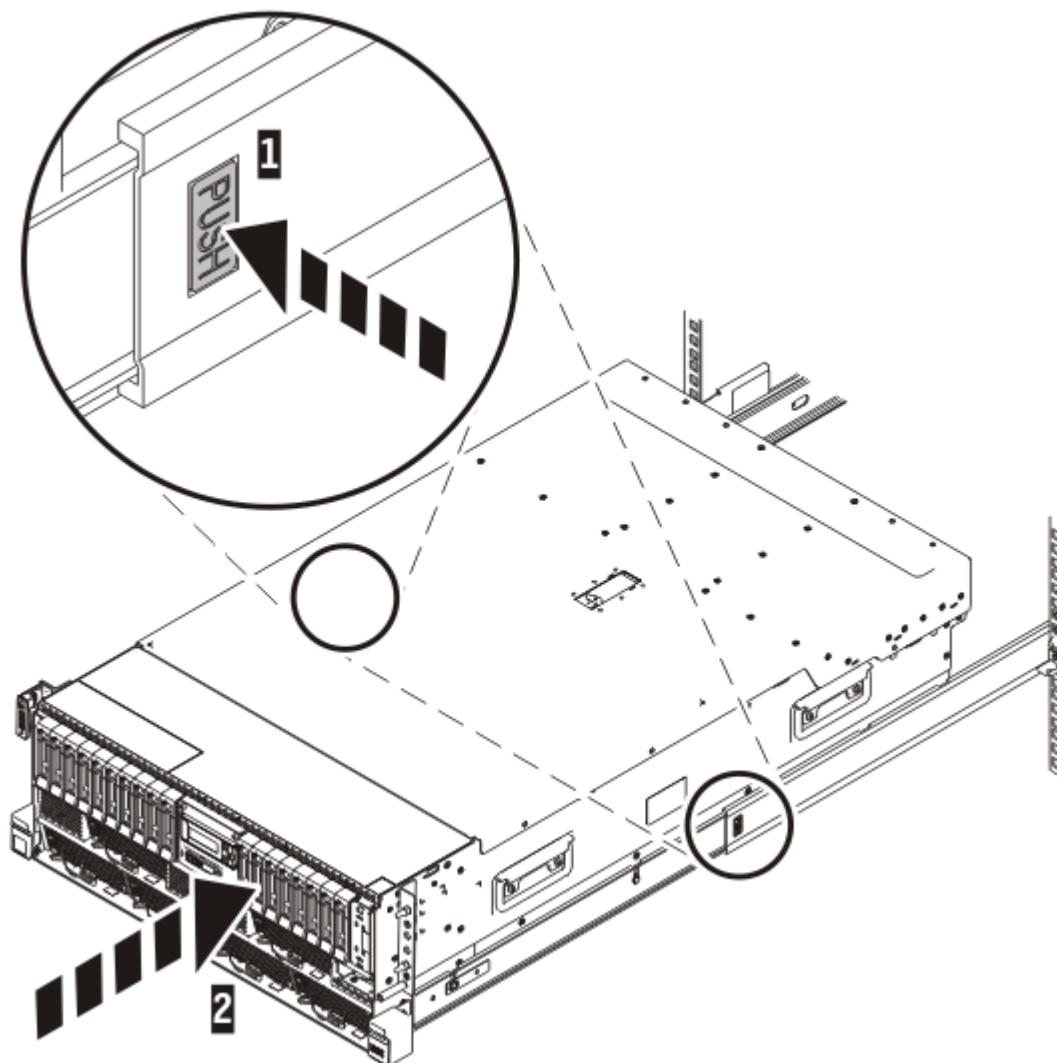

Abbildung 8. Entriegelungshebel und Server
3. Heben Sie die blauen Entriegelungshebel **(1)** an den Schienen an und schieben Sie den Server **(2)** ganz in das Rack hinein, bis er einrastet. Einzelheiten finden Sie unter Abbildung 8 auf Seite 8.